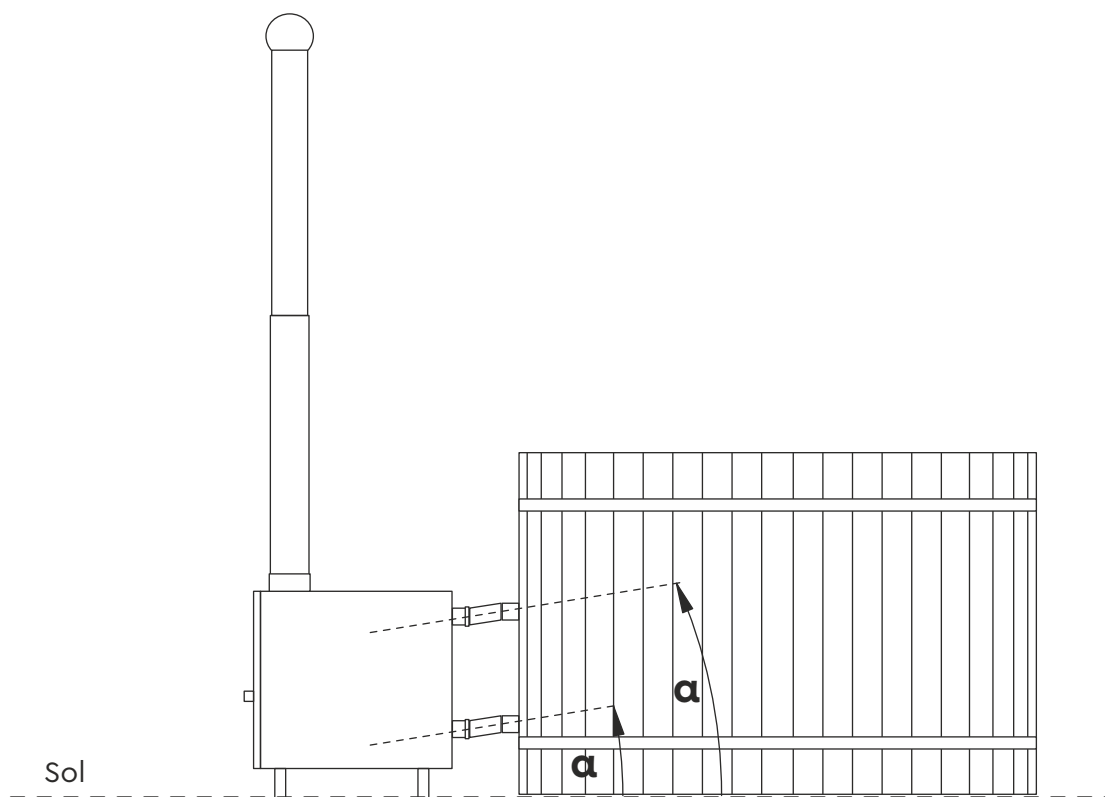

Figure 4
- Le poêle extérieur doit être installé sur la même surface et à la même hauteur que la cuve thermique. Voir Figure 4.